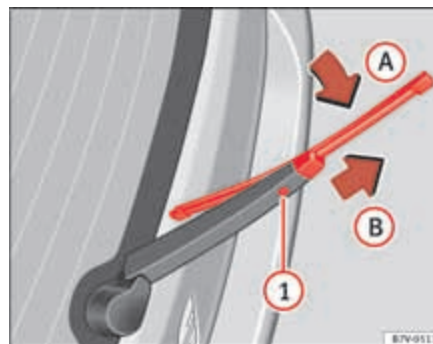

Abb. 156 Scheibenwischerblatt der Heckscheibe auswechseln.
- Scheibenwischerblatt oben in Richtung Scheibenwischerarm ⇒ Seite 252, Abb. 156 (Pfeil ) klappen.
- Entriegelungstaste ⇒ Seite 252, Abb. 156  gedrückt halten und das Scheibenwischerblatt gleichzeitig in Pfeilrichtung  abziehen. Dazu kann ein erhöhter Kraftaufwand notwendig sein.
- Neues Scheibenwischerblatt **gleicher Länge und Ausführung** auf den Scheibenwischerarm entgegen der Pfeilrichtung ⇒ Seite 252, Abb. 156  schieben, bis es einrastet. Dabei muss sich das Scheibenwischerblatt in abgeklappter Position (Pfeil ) befinden.